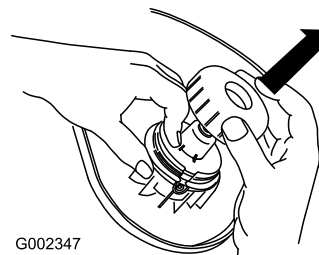

Figura 10
2. Retire la tapa y el carrete (Figura 10).